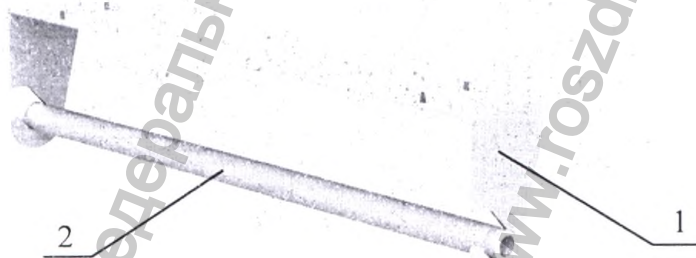

Рисунок 9. Держатель рулона одноразовых простыней.
9. Держатель рулона одноразовых простыней. (Рисунок 9). Крепится к раме спинной секции кресла.